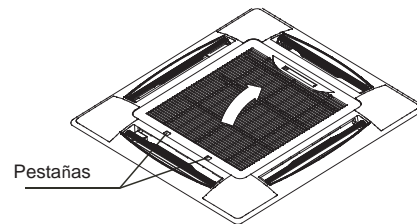

Fig.4-12
1) Deslice las dos pestañas hasta el centro al mismo tiempo y después sáquelas hacia arriba. (vea la Fig.4-12)